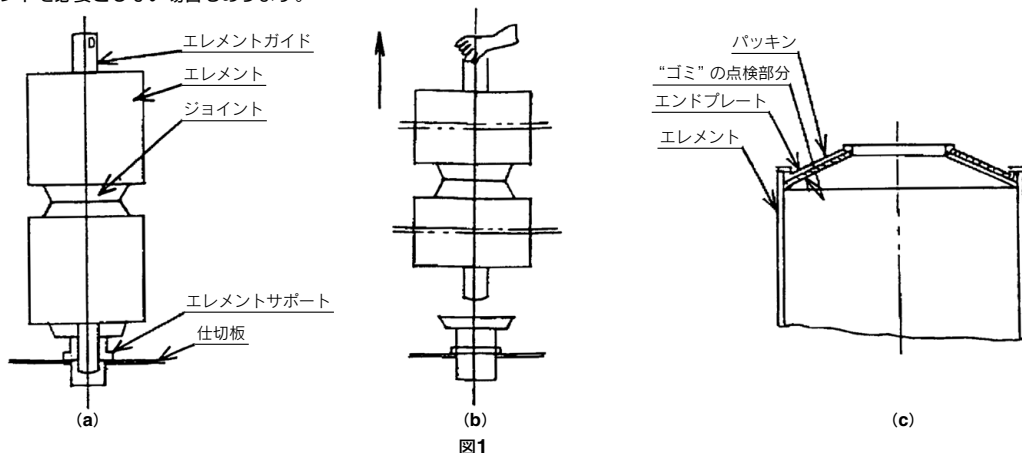

図1
またELEMENT取付け金具を取出した後、図1の要領でELEMENTガイドを取出すことによりELEMENT、ジョイントを一括して取出すことができます。
- ① マイクロメッシュELEMENT [円筒およびプリーツ (球面パッキンを使用していないもの)] および焼結ELEMENTの場合はエンドプレートとパッキン間のゴミを必ず完全に除去してください。[図1の(c)参照]
※ ELEMENT重ね数が2~3段の場合はあらかじめELEMENTガイドにELEMENT、ジョイントをセットしたものをELEMENTサポートに取付ける事もできます。[図1参照 取出す時の逆の要領]